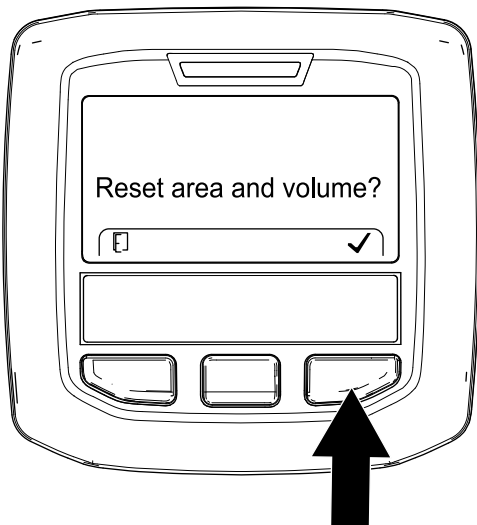

Figura 110
- În ECRANUL DE RESETARE ZONĂ I VOLUM, apăsați butonul din dreapta InfoCenter (Figura 110).